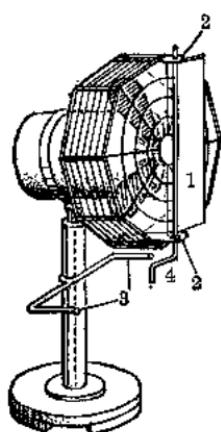
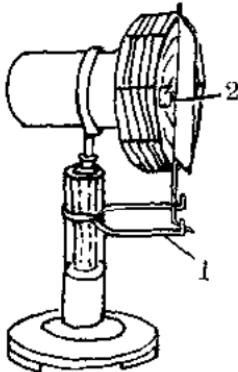
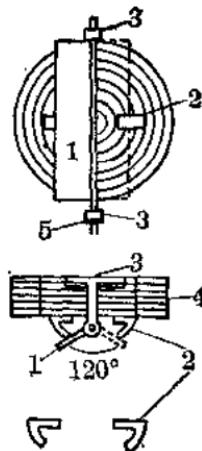
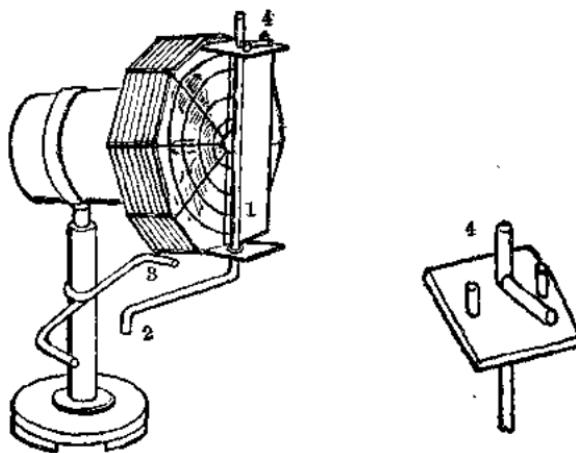

图 6
图 9
图 10
图 11
二、关于分用风力使风扇转头问题，解决的办法是装导向片和一些保证导向片角度的装置。在三种风扇上，它的装法基本上相同，如图 6。具体制法如下：
3. 保证导向片转一定角度的装置 这些装置基本上包括拨向杆和卡条两件小装置。拨向杆是与导向片下面的受拨弯头碰撞后使导向片转动的装置(图 6 中的 3、图 9 中的 1、图 11 中的 3);卡条是防止导向片转动角度太大的装置(图 10 中的 2, 图 11 中的 4)。
卡条可采用图 9、图 10 中的 2 所示装在罩壳中部的钳式和图 11 中 4 所示的装在小平台(枢片)上的小制止桩式两种。这装置限制导向片在一定范围内转动。